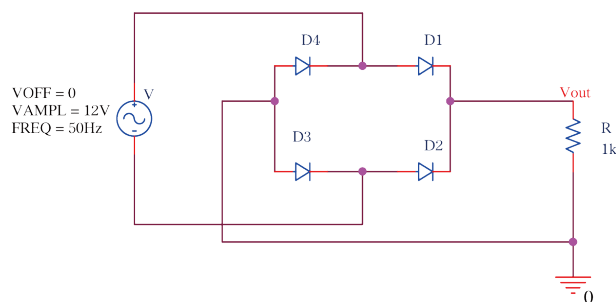

图 1: 桥式整流电路
- (1) 在 OrCAD 软件中按照图 1 连接好电路。
- (2) 根据电路电源的参数以及实验要求选择合适的仿真模式与参数。具体见下图。